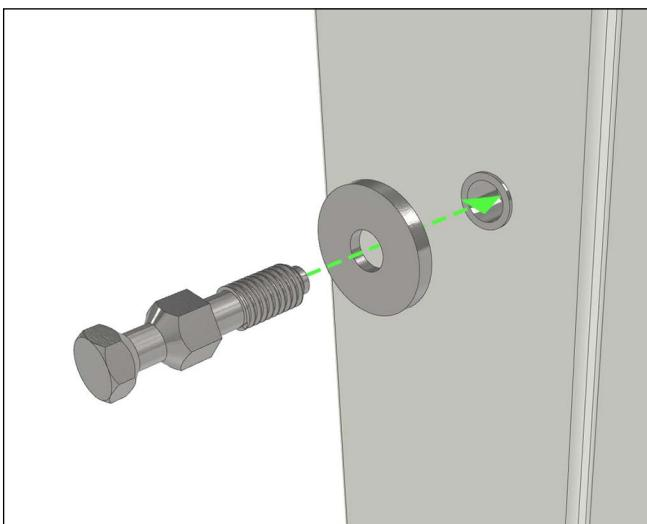

Figure 4
**4.** Place a 2mm spacer over the rivut with the indented side facing towards the stile. Screw in the snapped off hex screw through the spacer and into the rivut. Hex head screws can be tightened with a pliers until snug before installing handle. See Figure 4. Repeat steps 2-4 for other hole. **Coloque un espaciador de 2mm, con su lado indentado mirando hacia el perfil, sobre el remache. Coloque el tornillo a traves del espaciador y dentro del remache. El tornillo puede ser ajustado, antes de instalar las manillas, con alicates hasta que este apretado. Vea la figura 4. Repita pasos 2-4 para el otro hueco.**